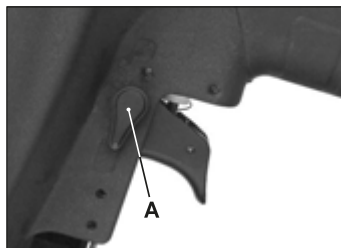

Рисунок 7
**2. КОНТАКТНЫЙ РЕЖИМ.** Для работы в этом режиме переведите собачку селекторного переключателя (А) в положение «вниз» (рис. 7). Чтобы забить крепеж, одновременно должны быть нажаты контактная скоба и курок. В контактном режиме, можно удерживать курок, тогда каждое касание контактной скобы с рабочей поверхностью приведет к срабатыванию.